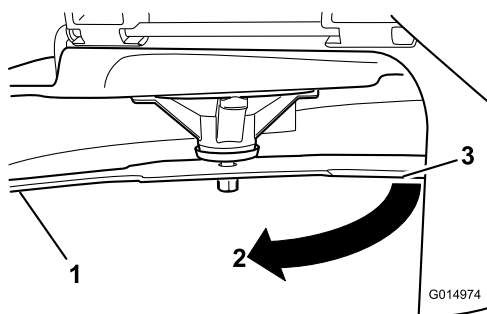

Figure 72
- Distance mesurée entre la lame et la surface (A)
- Tournez la même lame de 180 degrés pour amener l'autre tranchant à la même position (Figure 72).